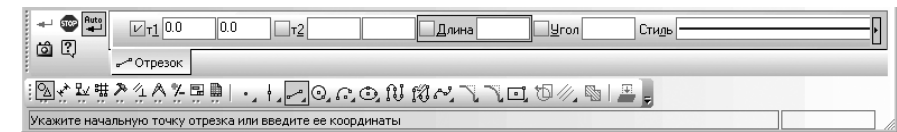

Рис. 4.9. **Панель свойств: Отрезок**, **Компактная панель** и **Строка сообщений**
- щелкните в **Компактной панели** по кнопке переключателя  **Геометрия** – кнопке с изображением буквы g, если она не активизирована, а затем в появившейся панели инструментов по кнопке  – **Отрезок** – кнопке с изображением отрезка. Появится **Панель свойств: Отрезок** (рис. 4.9).